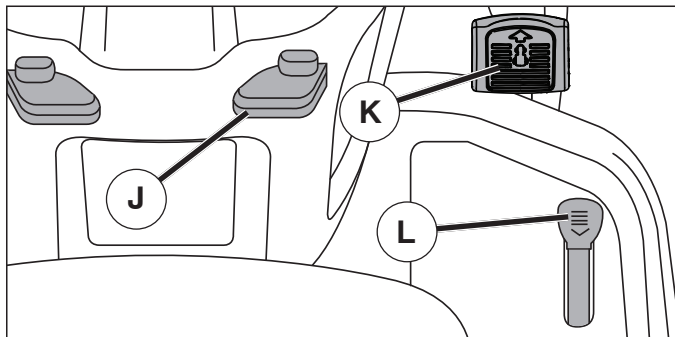

Fig. 7
## POUR AVANCER ET POUR RECULER (Voir la Fig. 7)
## COMMENT UTILISER LE RÉGULATEUR DE VITESSE (J) (Voir la Fig. 7)